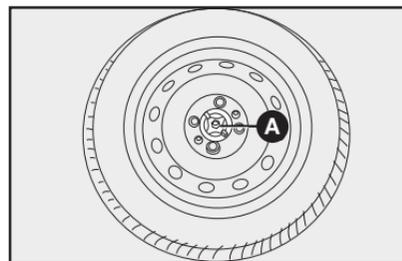

fig. 11
14) Coloque la rueda pinchada en el alojamiento de la rueda de repuesto **fig. 11**, fijándola con el seguro **A**.